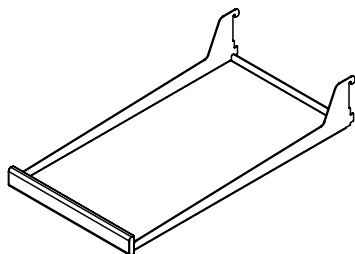

Figura 35
(1) estante en voladizo con vidrio plano, medio ancho (vea la Figura 35).